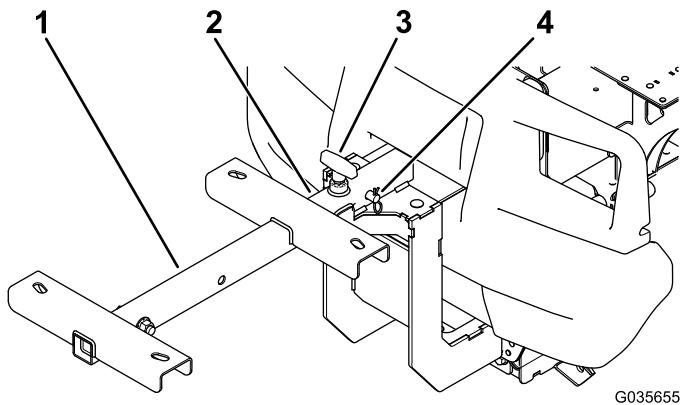

Bild 3
3. Lösen Sie den T-Bügel an der Anbauvorrichtung vorne für das Anbaugerät (Bild 3).
4. Setzen Sie die Rohrbefestigung in die Anbauvorrichtung vorne für das Anbaugerät ein und befestigen sie mit dem Lastösenbolzen ($\frac{1}{2}'' \times 2''$) und dem Splint (Bild 3).
5. Ziehen Sie den T-Bügel an der Anbauvorrichtung vorne für das Anbaugerät an (Bild 3).